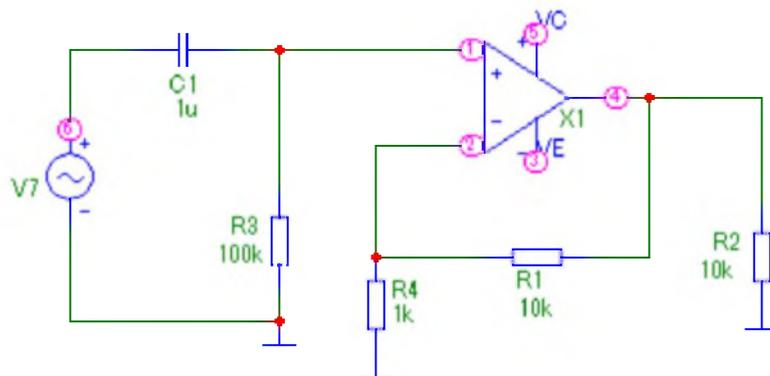

Рис.2
-рис.2;
7. При исследовании схемы, изображенной на рис.2, возможны следующие результаты моделирования: